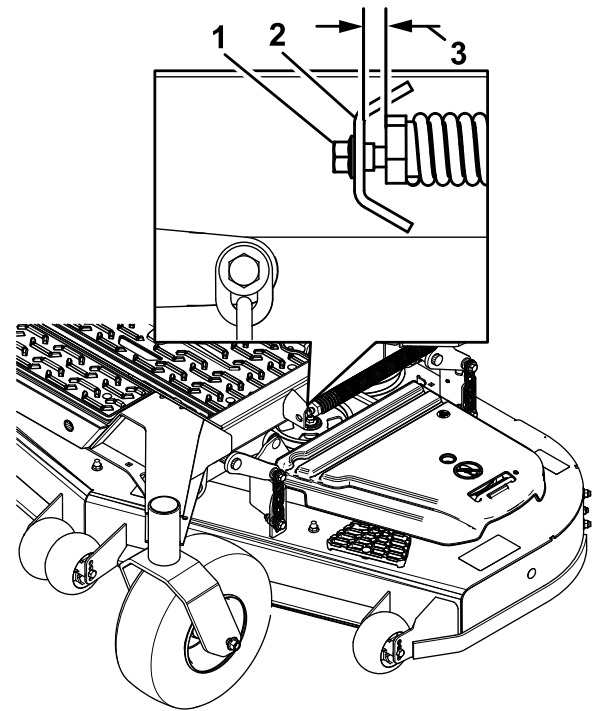

Figura 100
10. Afloje lentamente el tornillo de ajuste del muelle auxiliar de elevación hasta que pueda retirar el tornillo (Figura 100).